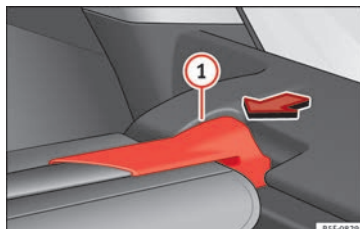

Fig. 166 En el maletero: desmontar la bandeja portaobjetos.
- Presione el soporte de la bandeja portaobjetos » **fig. 166** ① en el sentido de la flecha.
- Encaje el soporte de la bandeja portaobjetos » **fig. 166** ① en el alojamiento derecho.
- Compruebe si el soporte » **fig. 166** ① está encastrado correctamente.